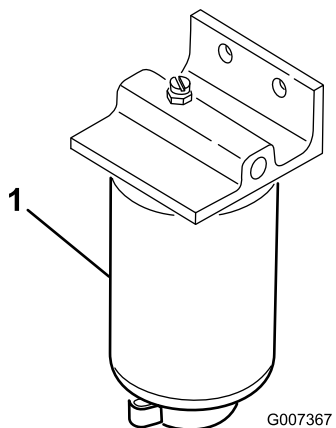

Рисунок 27
- Поместите под топливный фильтр сливной поддон (Рисунок 27).
- Откройте пробку сливного отверстия на днище топливного фильтра и слейте всю накопившуюся воду (Рисунок 27). Затяните сливную пробку после слива.